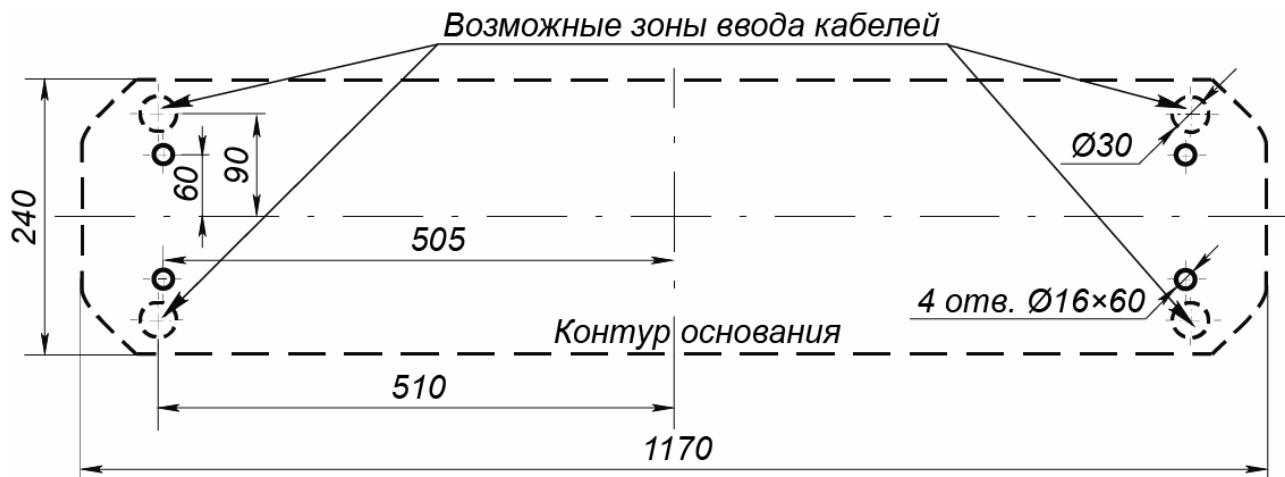

Рисунок 12. Схема разметки для установки стойки ЭП
3. Подготовьте в полу отверстия под гильзы анкеров для крепления стойки ЭП (см. рис. 12).
4. При необходимости прокладки кабелей под поверхностью пола подготовьте в полу кабельный канал, подходящий к одной из зон ввода кабелей в стойку ЭП, указанных на рис. 12.
6. Демонтируйте боковую заглушку (9) и выньте контейнер картоприемника (10), открыв ключом замки (11, 12).